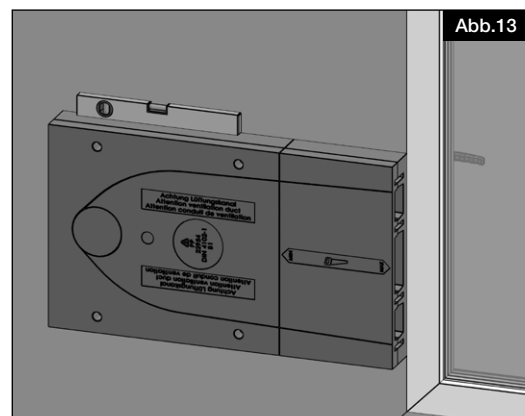

Abb.13
9. Den Laibungskanal auf den Adapter aufstecken, mit der Wasserwaage die horizontale Position kontrollieren (s. Abb.13).